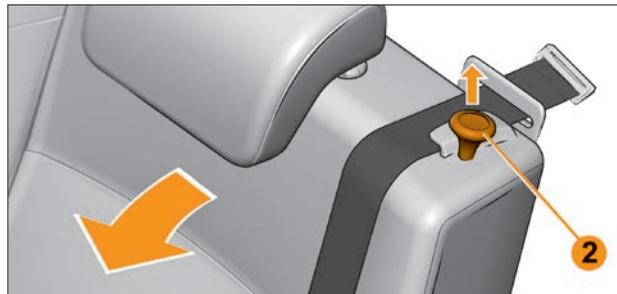

Рис. 2.2.6. Ручка фиксатора спинки сиденья второго ряда
- потяните вверх ручку фиксатора спинки сиденья **2** (рис. 2.2.6);